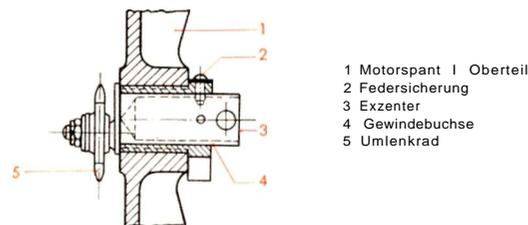

Abb. 10 Umlenkrollenrad mit Exzenter
(bei Blechspant) am Spantunterteil gespannt oder gelockert werden. Nach Abnehmen der Federsicherung (2) (Abb. 10) wird mittels eines Knebels der Exzenter (3) mit Kettenrad (5) in der Gewindebuchse (4) so lange gedreht, bis die erforderliche Spannung bzw. Lockerung der An-